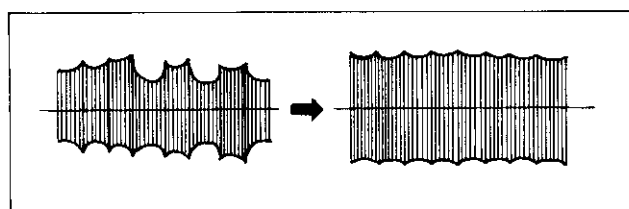

Fig. 5-3
3. Ajuster T03 pour obtenir la forme d'onde indiquée sur la figure 5-3.